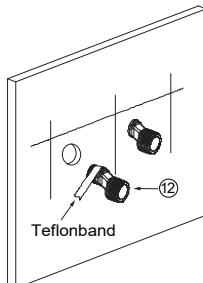

Abbildung 2
- c) Wickeln Sie das Teflonband gegen den Uhrzeigersinn um das Gewinde des G1/2-Endes und schließen Sie es mit einem Schraubenschlüssel an die Warm- und Kaltwasserauslässe an. Lassen Sie eine angemessene Tiefe aus der Wand heraus und stellen Sie den Abstand zwischen den beiden Anschlüssen entsprechend der Breite des Einlasses an der Thermostat-Duschstange ein (Abbildung 2).